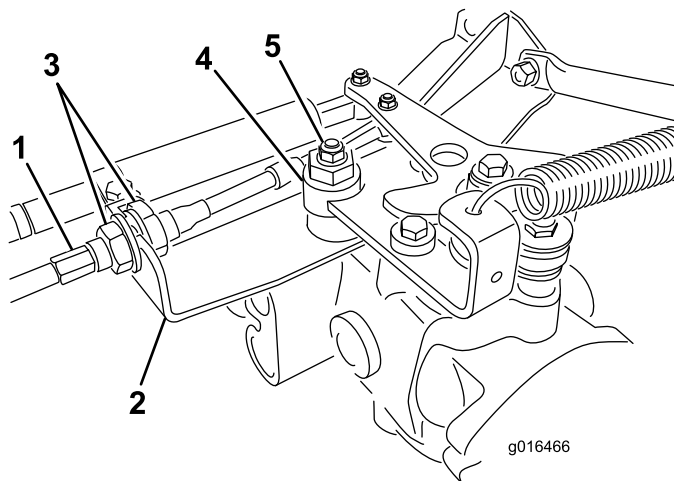

Figura 41
- A. Liberte as porcas de bloqueio que fixam o cabo de controlo de tração ao anteparo do hidróstato (Figura 41). Certifique-se de que as porcas de bloqueio se encontram soltas de forma idêntica e o suficiente, de modo a permitir a operação de ajuste.
Nota: Liberte a porca que fixa o disco excêntrico ao cima do hidróstato (Figura 41).
- E. Quando a roda deixar de rodar, aperte a porca, bloqueando deste modo o disco excêntrico e fixando a posição de ajuste (Figura 41).
- G. Aperte uniformemente as porcas que se encontram em cada um dos lados do anteparo, fixando deste modo o cabo de tração ao anteparo (Figura 41). Não rode o cabo.